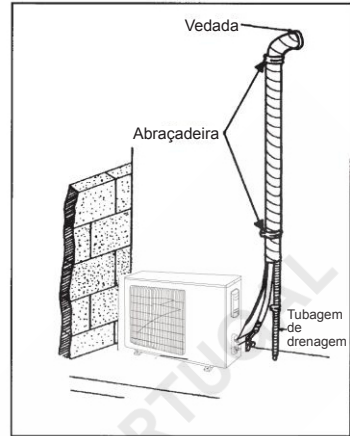

Fig. 15
- (1). Se o equipamento exterior for instalado a um nível inferior ao do equipamento interior (consulte a Fig. 15).